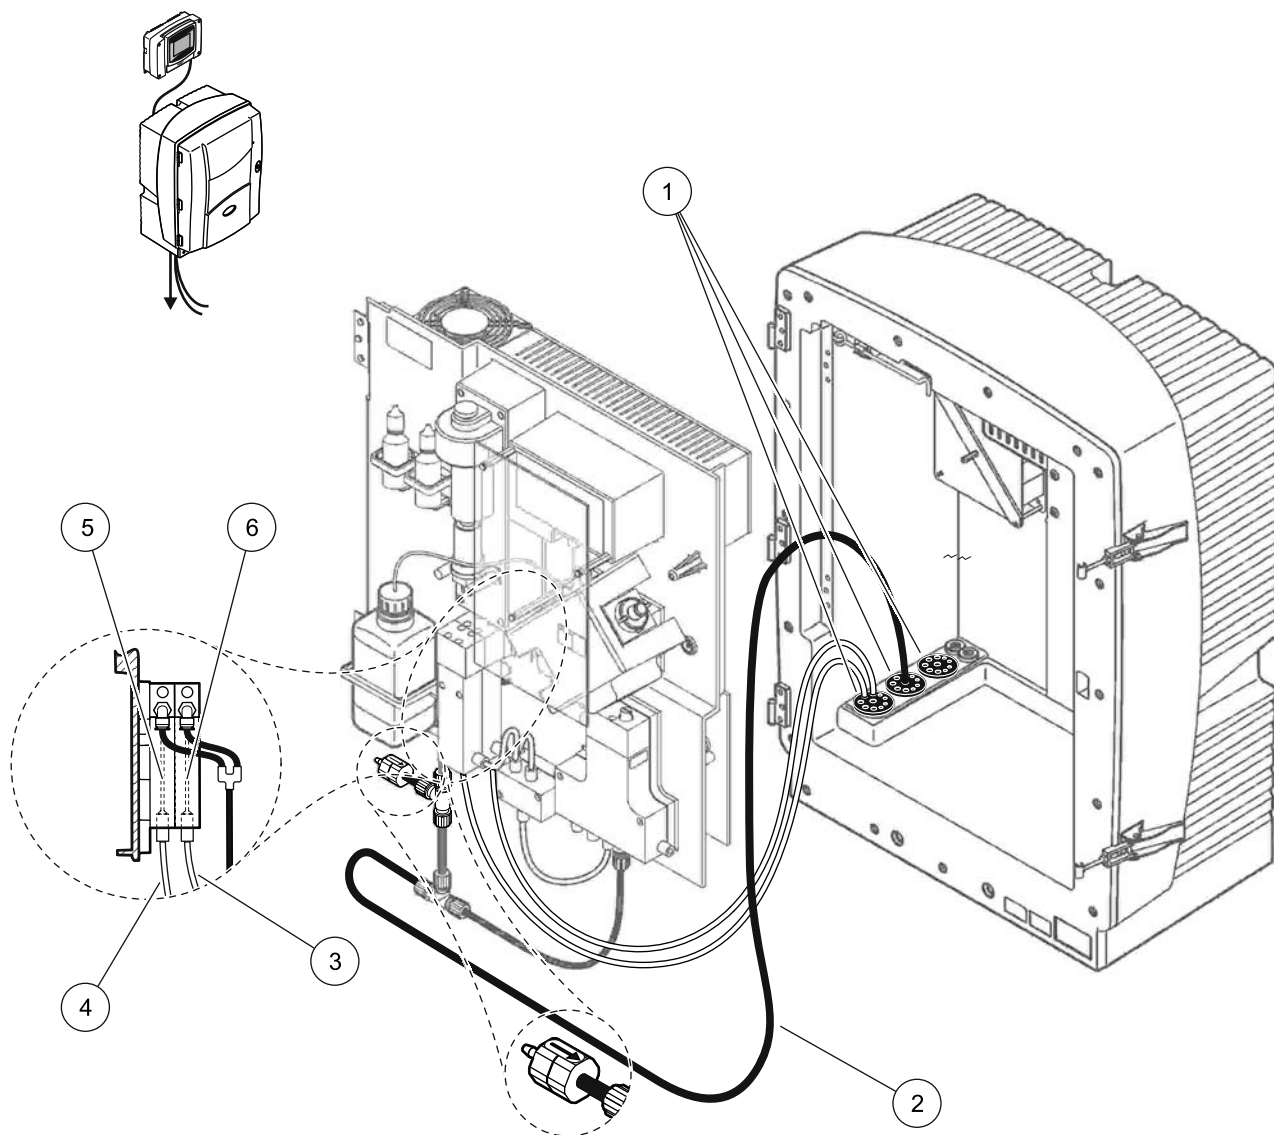

図 42 オプション 11a 設定
111 ページの図 42 およびオプション 11a に関する以下の説明を参照してください：
3. ドレーンチューブを、シールプラグ #3 を使って、分析装置まで通します (**111 ページの図 42**、アイテム 2)。